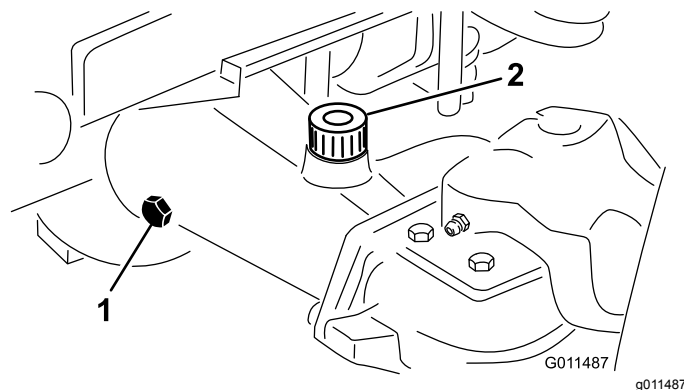

Figura 84
2. Retire o tampão de verificação que se encontra numa das extremidades do eixo e certifique-se de que existe lubrificante até ao fundo do orifício (Figura 84).